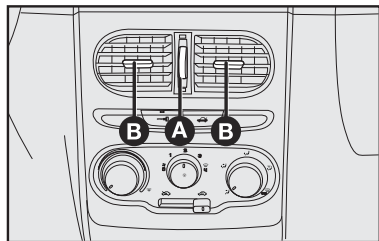
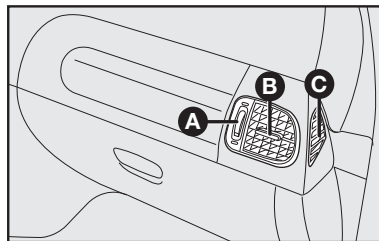

fig. 47
fig. 48
## DIFUSORES ORIENTÁVEIS E REGULÁVEIS - fig. 47 e fig. 48
**C** - Difusor fixo para os vidros laterais **fig. 48**.